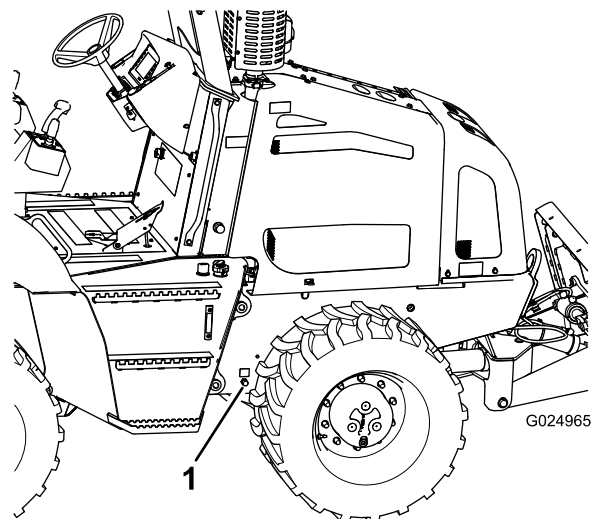

Figura 69
4. Posizionate una bacinella di spurgo con una capacità minima di 20 l sotto il raccordo di spurgo dell'olio del motore (Figura 69).
5. Togliete il tappo dal raccordo di spurgo e lasciate defluire completamente l'olio (Figura 69).
7. Montate il tappo sul raccordo di spurgo (Figura 69).
1. Togliete il tappo di riempimento dell'olio dal coperchio della valvola ruotando il tappo e tirandolo verso l'alto (Figura 69).